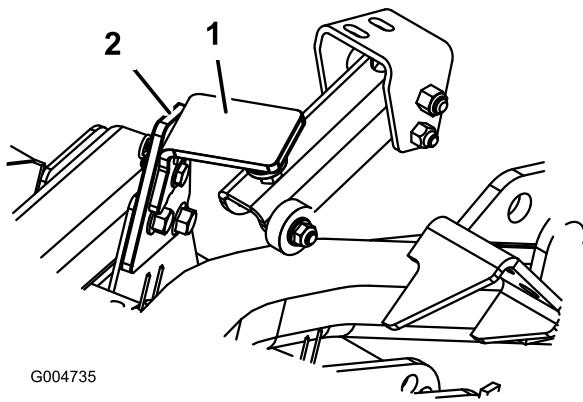

Figure 79
2. Enlevez la goupille fendue et l'axe de chape qui fixent le verrou de transport du plateau à la plaque de verrouillage (Figure 79). Faites pivoter le verrou vers l'arrière du plateau de coupe.